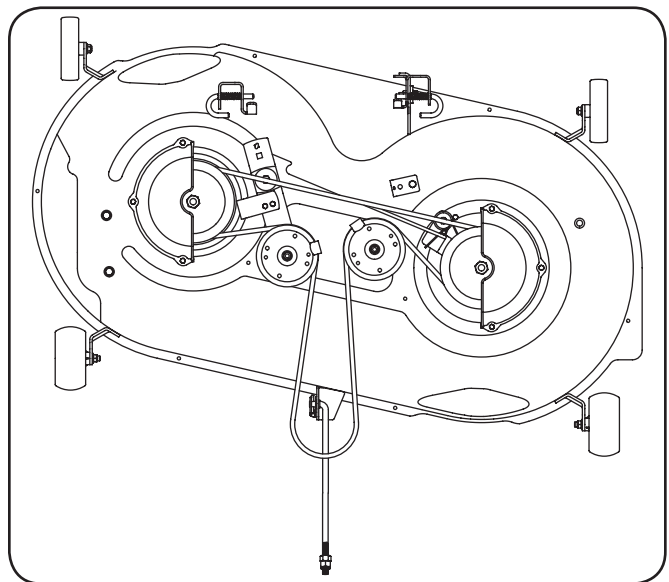

Figure 7-7
6. Installez les courroies neuves comme sur les Figure 7-7.